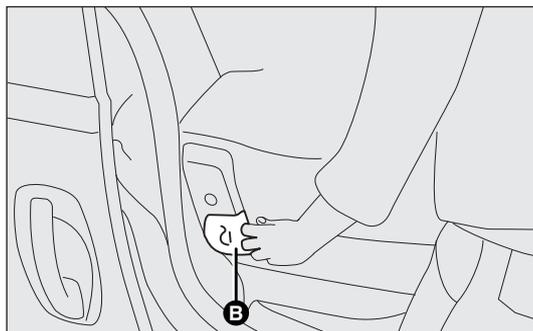
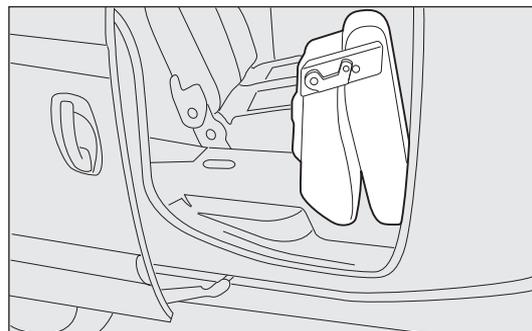

fig. 89b
fig. 89c
- ❑ pour agrandir davantage le compartiment de chargement, soulever le levier B-fig.89b situé à côté du coussin qui se lève alors automatiquement, intervenir manuellement pour rabattre le siège et le dossier complètement vers l'avant, voir fig. 89c.